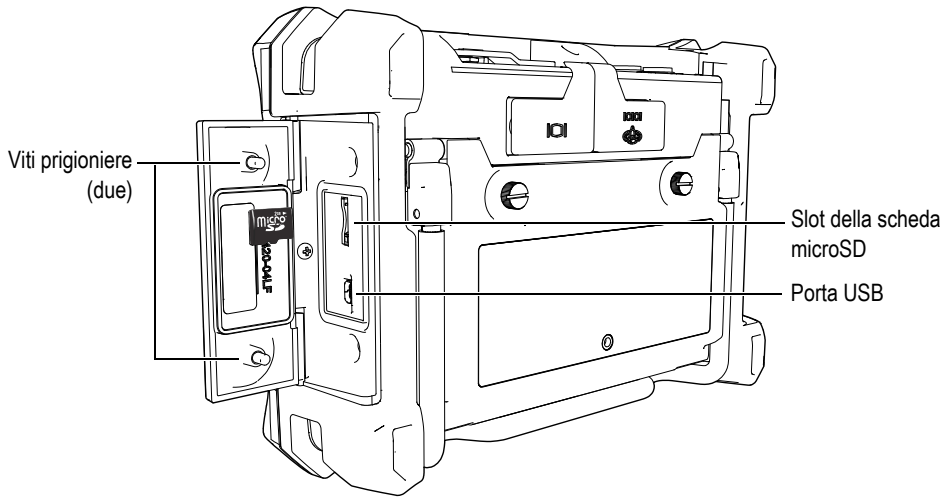

Figura 2-12 Installazione della scheda microSD
2. Allentare le due viti prigioniera e aprire lo sportellino I/O del BondMaster 600 (vedere Figura 2-12 a pagina 47).